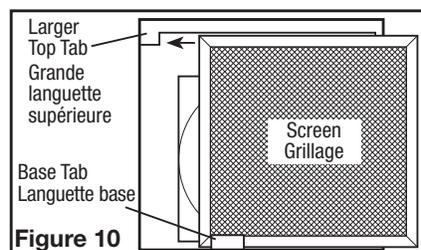

Figure 10
1. If the screen is not in place, insert the screen into the tab at the base of the unit (make sure the wider side of the screen is running side to side inside the unit) (Figure 10).
2. Slide the screen to the side with the larger top tab making sure the screen fits behind the tab (Figure 10).
1. Si le grillage n'est pas en place, insérez le grillage dans la languette située à la base de l'unité (assurez-vous que le côté le plus large du grillage est latéral à l'intérieur de l'unité) (Figure 10).
2. Faites glisser le grillage sur le côté avec la plus grande languette supérieure en vous assurant que le grillage s'adapte derrière la languette (Figure 10).